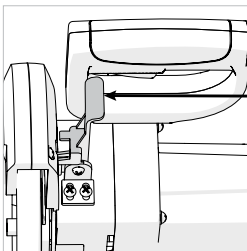

Abb. 17
- Drücken Sie den Auslöser der unteren Schutzverriegelung, um den Schneidkopf zu lösen. **(Abb. 17)**